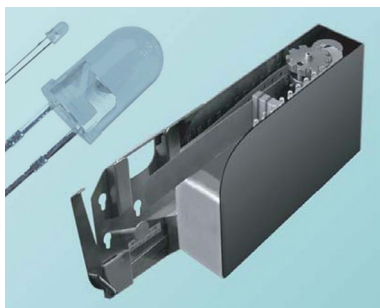

Рис. 8. Питатель для штыревых светодиодов
– специальный питатель для штыревых светодиодов (см. рис. 8);